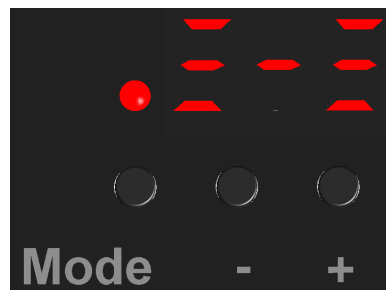

Рис. 11
- Возврат к заводским установкам. Войдите в режим настроек. Пять раз одновременно нажмите кнопки «Mode» и кнопки «+» (см. Рис. 11). Для возврата к заводской установке нажмите одновременно кнопки «+» и «-», а для выхода без сохранения нажмите одновременно кнопки «Mode» и «+».